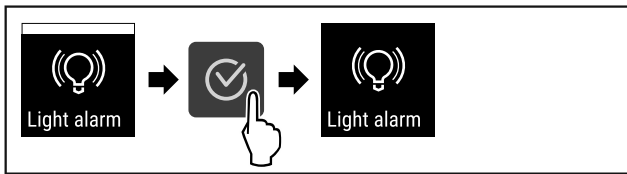

Fig. 120
- ▶ Выполните шаги действия (см. Fig. 120).